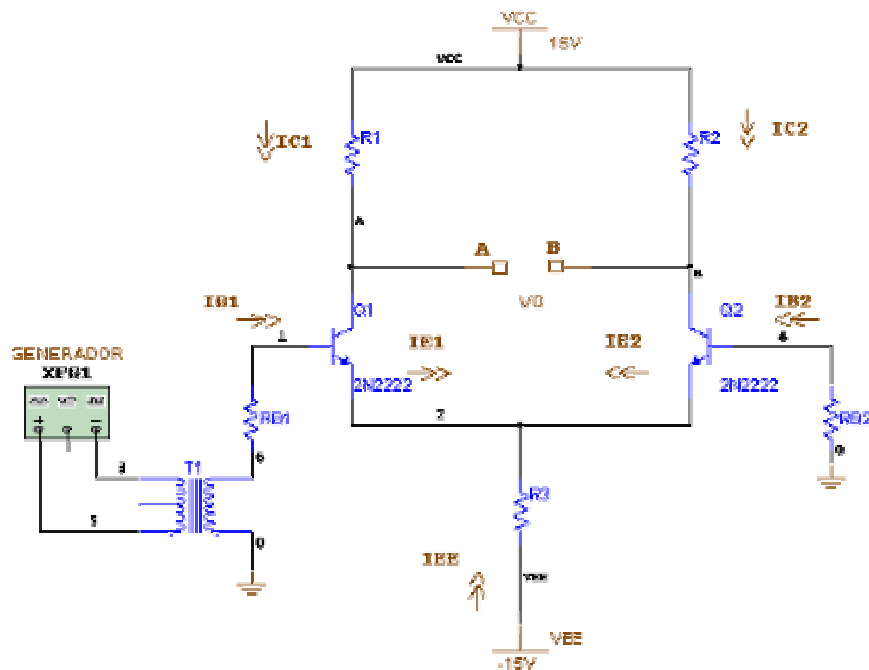

Figura. 4
- a) Construya el circuito que se muestra en la figura 4.